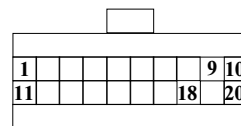

Рис. 5
**Внимание!** Если на автомобиле не установлен иммобилайзер АПС-4, то необходимо ввести перемычку между контактами 9 и 18 в разъем для подключения блока иммобилайзера, расположенного под панелью приборов рядом с контроллером впрыска. Внешний вид разъема приведен на рис. 5